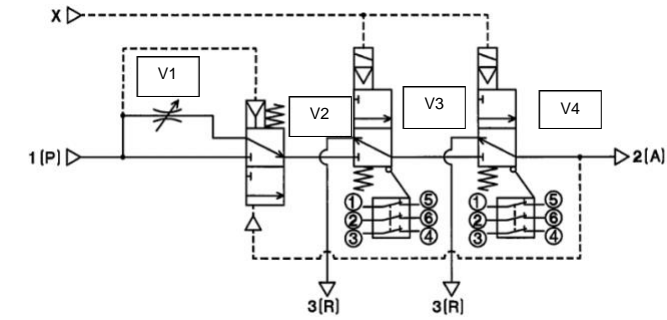
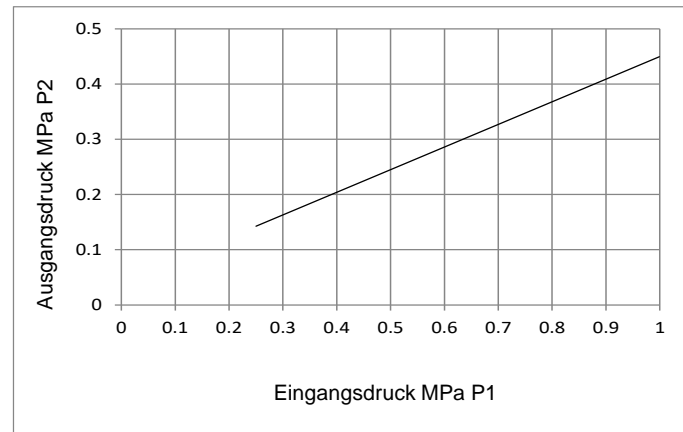

Abb. 4. Externe Pilotluft, Rockwell-Schaltervariante
Abb. 5. Schaltdruck (geschlossen → offen) des Softstartventils V2
- Bei einer sicherheitsrelevanten Anwendung schaltet das Maschinensicherheitssystem die Sicherheitsentlüftungsventile (V3 und V4 in Abbildung 4) ein, wenn die Maschine sicher arbeitet. Wenn beide Ventile eingeschaltet sind, strömt über Anschluss 2 (A) Druckluft in das geschützte System. Der Luftstrom wird anfangs durch das Drosselventil V1 begrenzt und der Druck im geschützten System bleibt niedrig, während das System langsam gefüllt wird, bzw. sich die Antriebe langsam bewegen. Der Druck steigt an, wenn das System gefüllt ist oder die Antriebe sich nicht mehr bewegen. Mit zunehmendem P2-Druck (siehe Abbildung 5) schaltet Ventil V2 um und Ventil V1 wird umgangen. In diesem Zustand strömt die Luft in das geschützte System entsprechend den in Abschnitt 2.3 angegebenen Zahlen.
- Wenn eines der Sicherheitsentlüftungsventile V3 oder V4 abgeschaltet wird, wird das zu schützende System in die Atmosphäre entlüftet. Wenn der Druck des zu schützenden Systems unter den P2 Wert fällt (siehe Abb. 5), schaltet das Ventil V2 in seine Grundstellung zurück, wobei V1 den Durchfluss zu V3 und V4 begrenzt.